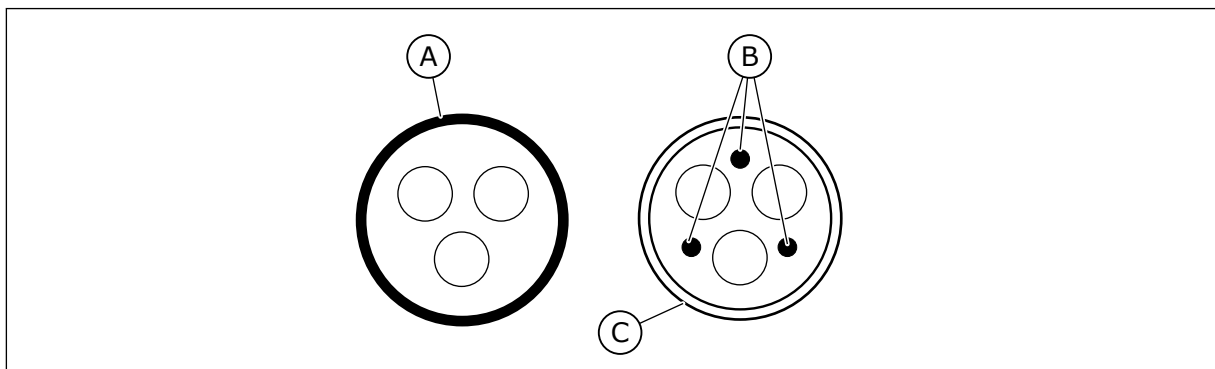

图 18: 具有 PE 导体的电缆
2. 具有同心保护线的对称电源电缆。适用于指定电源电压的电缆。我们建议使用 NKCABLES/MCMK 电缆。请参见图 18。
3. 具有紧凑式低阻抗屏蔽层的对称电源电缆。适用于指定电源电压的电缆。我们建议使用 NKCABLES/MCCMK、SAB/ÖZCUY-J 或等效电缆。请参见图 18。* = 对于 EMC 级别 C1 和 C2，电机端具有电缆密封套的屏蔽层必须 360° 接地。